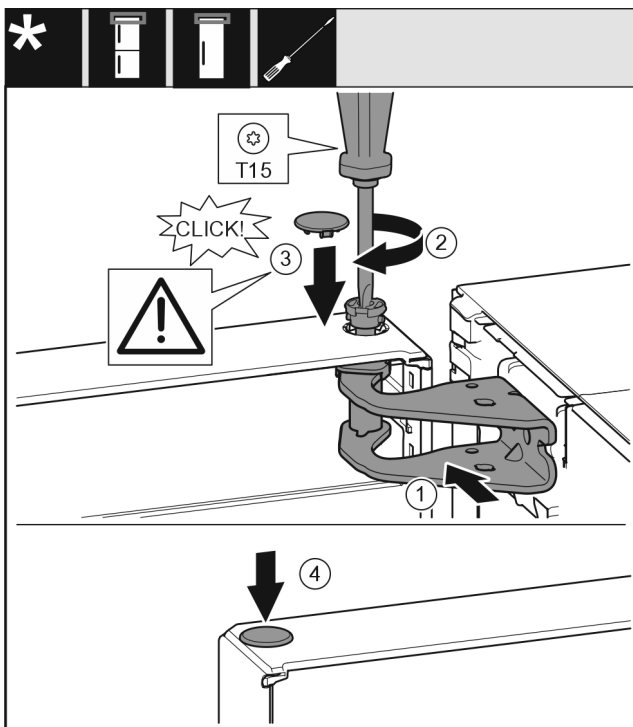

Fig. 36
- ▶ Igazítsa be az ajtót fent a csapágybak Fig. 36 (1) nyílásához.
- ▶ Helyezze be a csapszeget Fig. 36 (2), és húzza meg csavarhúzóval.
- ▶ Helyezze be a fedelet Fig. 36 (3).
- ▶ Ellenőrizze, hogy a fedél Fig. 36 (3) felfekszik-e az ajtóra.
- ▶ Helyezze be a fedelet Fig. 36 (4).